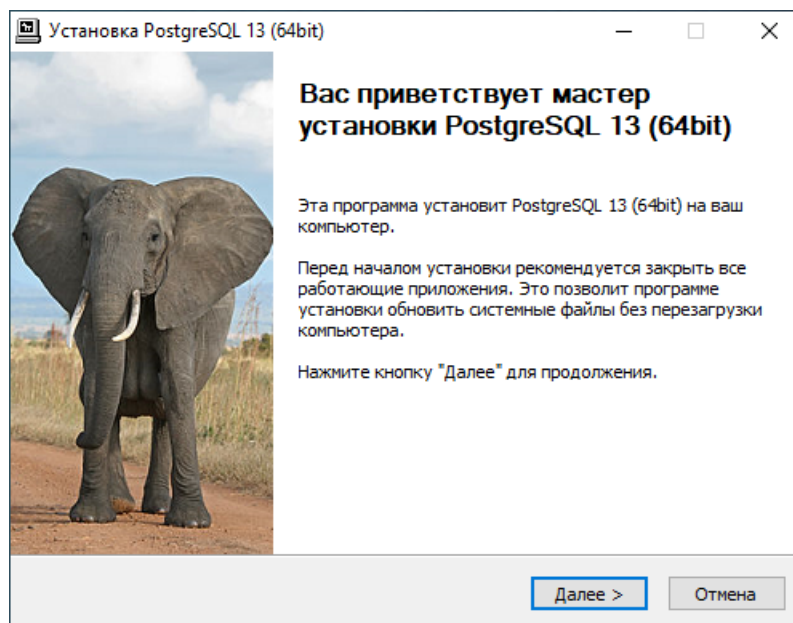

Рисунок 2 - Установка PostgreSQL
3. В окне приветствия нажмите **Далее** (Рисунок 2).